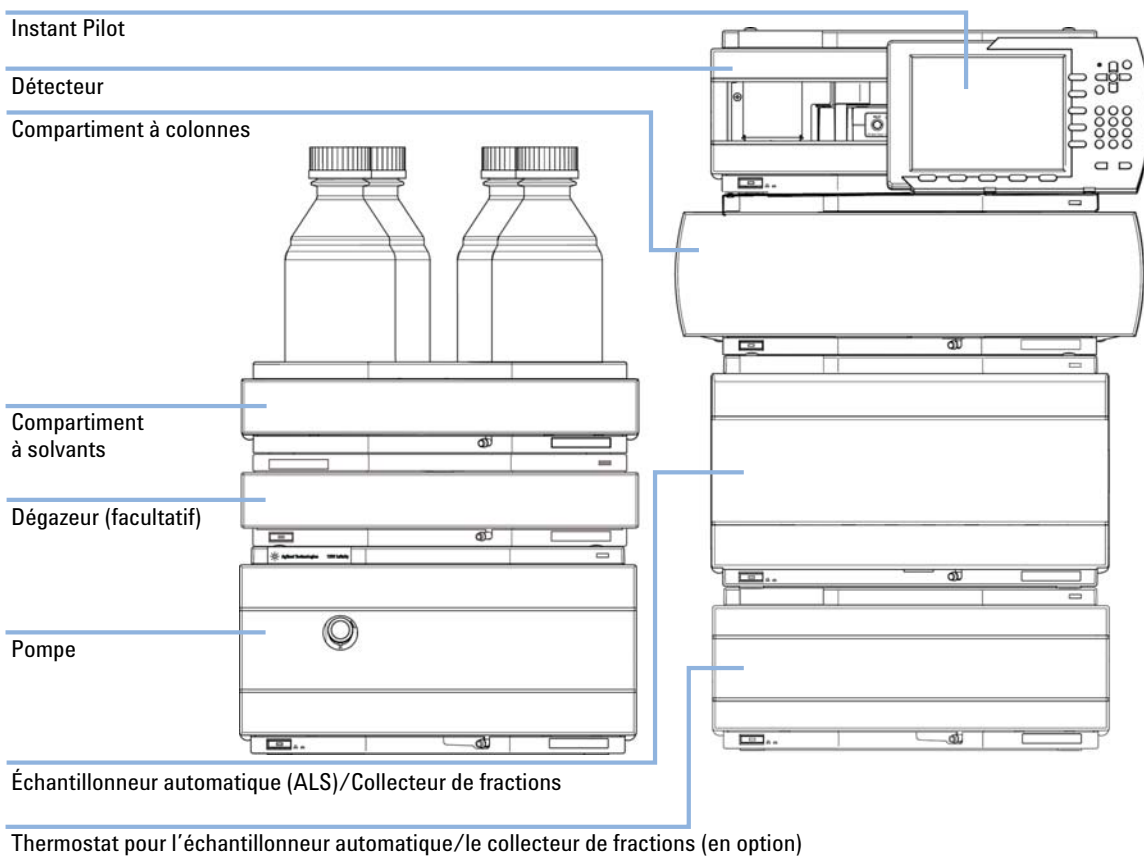
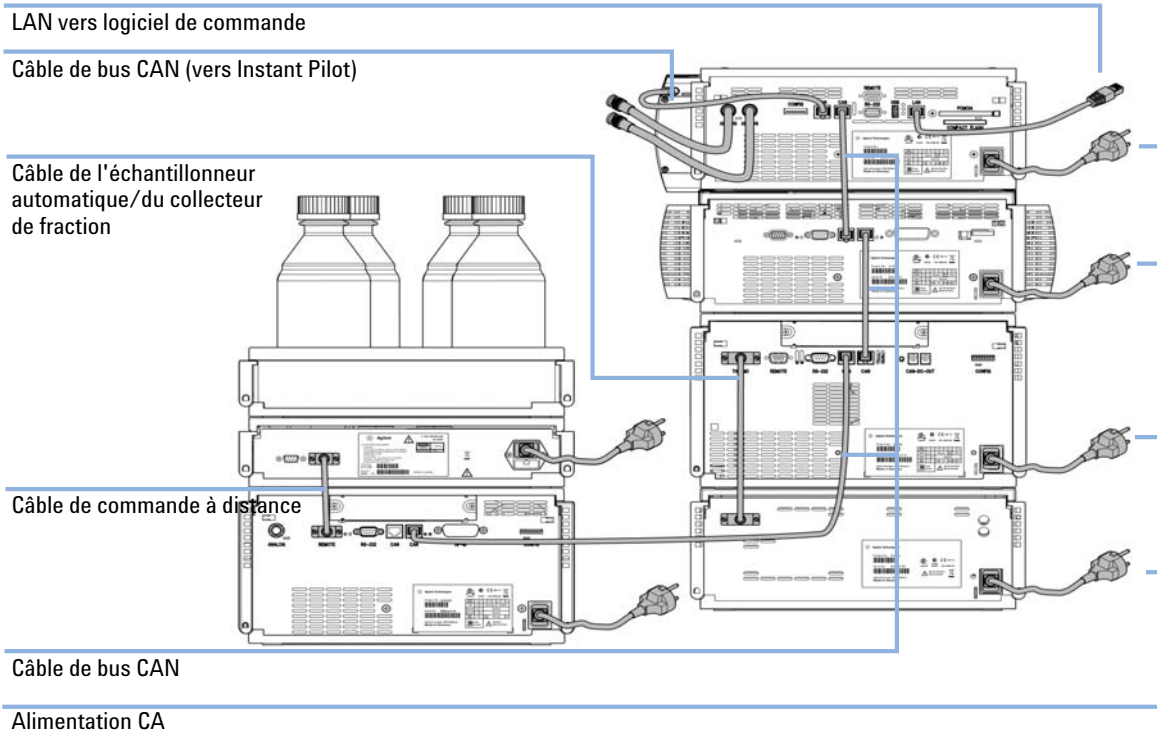
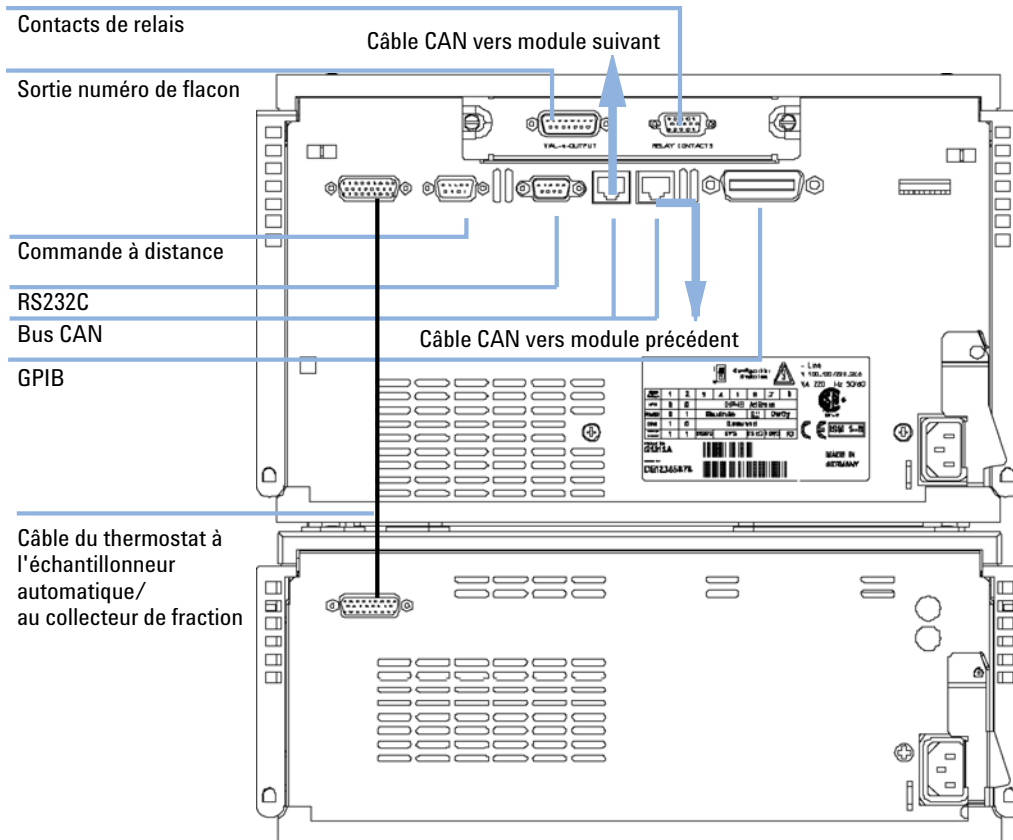

Figure 3 Configuration recommandée de la pile (vue de face)
Figure 4 Configuration recommandée de la pile (vue de dos)
Figure 9 Connexions des câbles
Si votre échantillonneur automatique/collecteur de fractions fait partie d'un système, vous pouvez assurer une performance optimale en installant l'échantillonneur automatique/le collecteur de fractions dans la pile à la position illustrée dans **Figure 3**, page 19 et **Figure 4**, page 20. Cette configuration optimise le trajet de liquide, garantissant un volume mort minimum. Comme le thermostat de l'échantillonneur automatique est très lourd, il doit toujours être installé au bas d'une pile.
- 5 Reliez les câbles d'interface CAN aux autres modules du système (voir les figures Figure 4, page 20 et Figure 9, page 27).
- 6 Si nécessaire, connectez les câbles d'interface et de contrôle supplémentaires à l'échantillonneur automatique (voir Figure 4, page 20 et Figure 9, page 27). Consultez la documentation de l'Instant Pilot Agilent Infinity série 1200 ou de la ChemStation pour CPL pour plus d'informations.
7 Branchez les câbles supplémentaires selon les besoins (voir Figure 9, page 27).